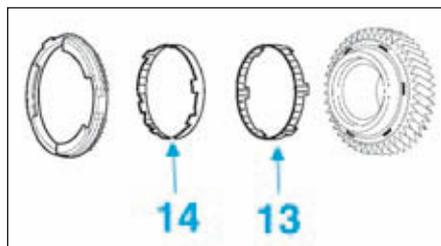

FIG.32
- Positionner les encoches de la synchronisation triple cônes (13) et (14) (Fig.32).